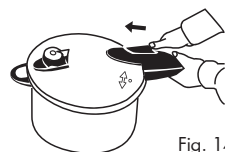

Fig. 14
- Far scorrere la chiusura al centro del coperchio (Fig. 14).